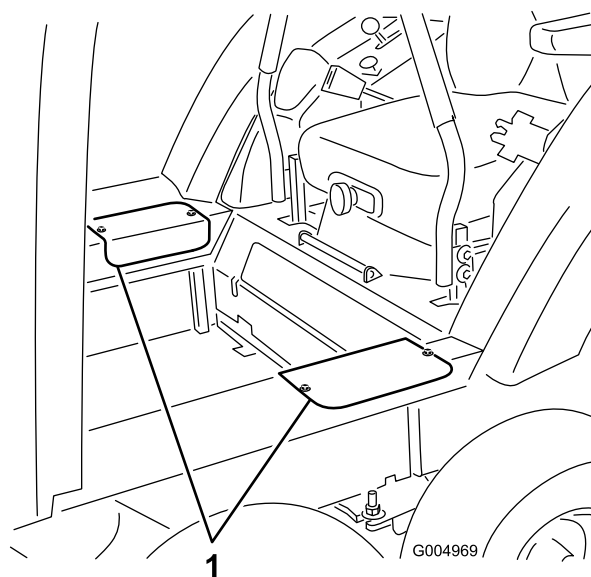

Figure 126
41. Posez les couvercles d'accès latéraux au moyen des vis retirées précédemment (Figure 126).